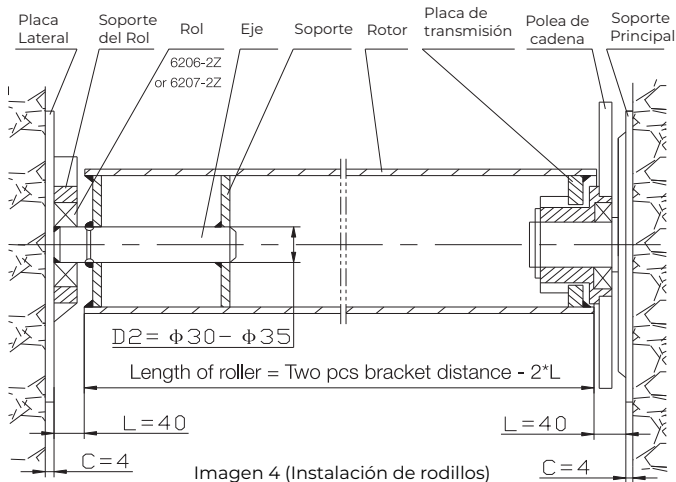

Imagen 4 (Instalación de rodillos)
5. El proceso de instalación (Imagen 4, Imagen 5)